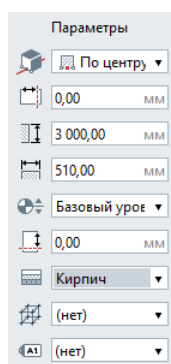

Рис. 20 Параметры инструмента Стена
1. Выберем инструмент **Стена**. Способ построения – **Прямая по двум точкам**. В панели **Параметры** введем высоту стены - **3000 мм**, толщину - **510 мм**, материал - **Кирпич**. Значения остальных параметров стены оставим по умолчанию. Для правильного сопряжения стен используем привязку к базовой линии (рис. 20)